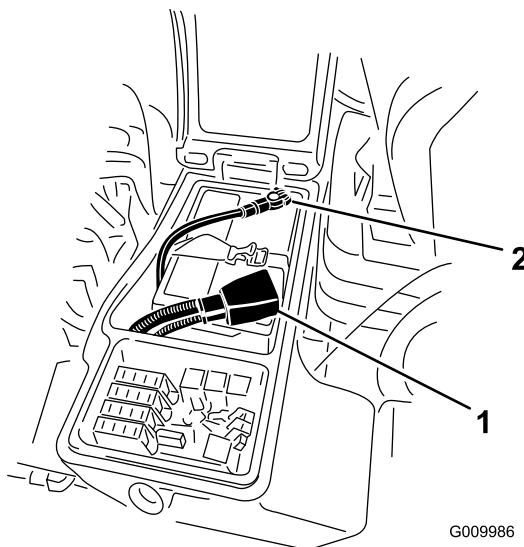

図 33
4. 赤いケーブルをバッテリーの端子に、黒いケーブルはバッテリーの端子に固定する図 33ケーブルはキャップスクリュとナットで各電極に確実に固定すること。プラス端子が電極に十分にはまり込んでいること、ケーブルの配線に無理がないことを確認する。ケーブルとバッテリーカバーを接触させないこと。ショート防止のために端子にゴムキャップをかぶせる。